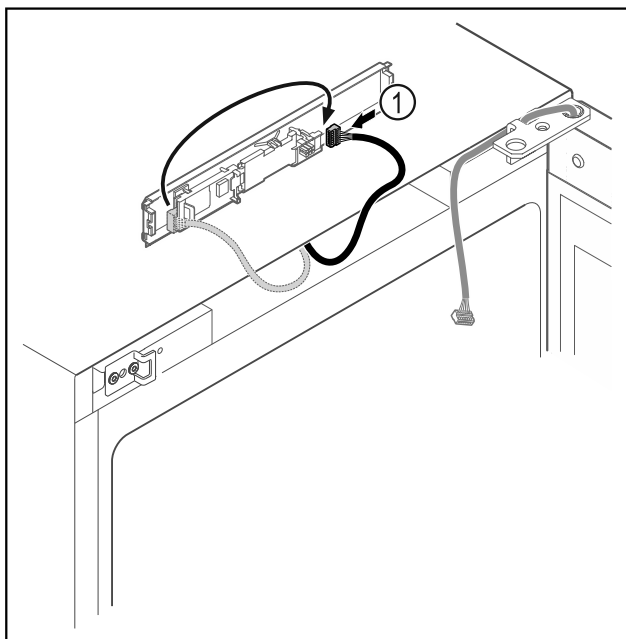

Fig. 8
- Dugja át a dugót Fig. 8 (1) a NYÁK-ba.